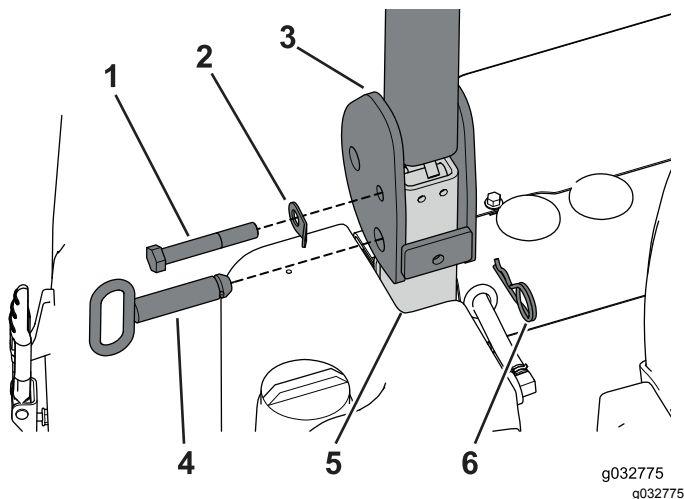

Bild 130
1. Fluchten Sie die Löcher im Überrollbügel mit den Löchern im unteren Überrollschutzrohr aus (Bild 130).
2. Befestigen Sie die Drehschraube und die Verbindungsleinscheibe in den oberen Löchern im Überrollbügel und unteren Überrollschutzrohr und ziehen die Schraube mit der Hand an (Bild 130).
4. Stecken Sie die Dreharretierbolzen durch die unteren Löcher im Überrollbügel und unteren Überrollschutzrohr und befestigen Sie die Arretierbolzen mit den Splints (Bild 130).